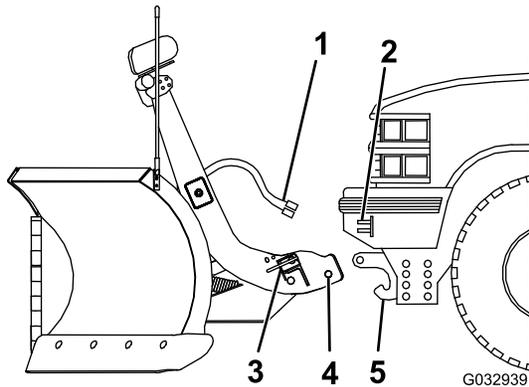

Figura 25
3. Alinee el vehículo con el quitanieves, y conduzca lentamente hacia adelante hasta que el pasador inferior entre en contacto con el receptor del pasador de la viga de empuje (Figura 25).
5. Retire las cubiertas antipolvo del enchufe eléctrico y conecte el arnés de cables del quitanieves con el arnés de cables del vehículo (Figura 25).